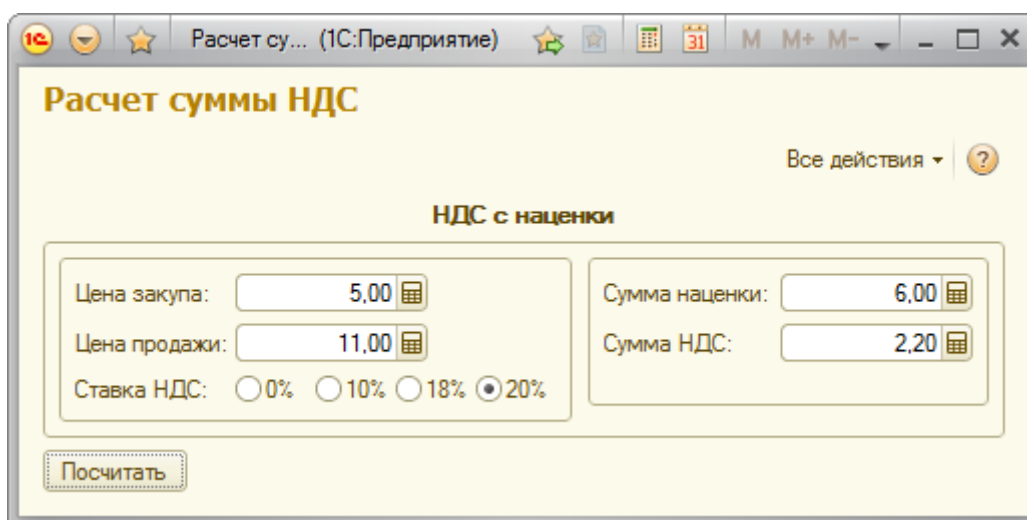

Рисунок 140 Работа внешней обработки
17. Пример работы внешней обработки представлен на рис. 140.